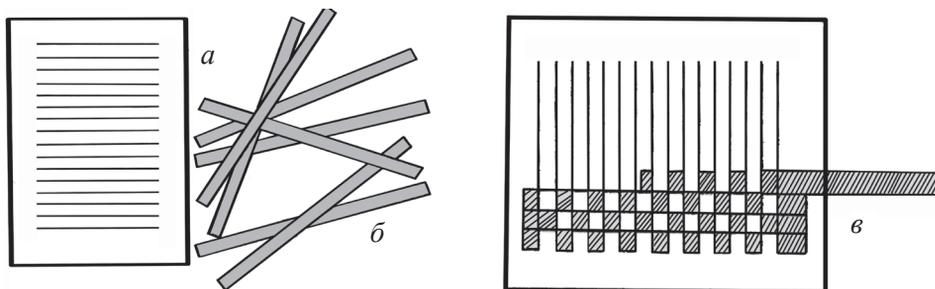

Рис.20. Практическое выполнение полотняного переплетения из бумаги.
1. Берут белую бумагу размером 105x150 мм и разлиновывают ее по длине через одинаковые промежутки. Затем разрезают по линиям на прямые отрезки (количество лент должно быть чётным). Тогда оба конца бумажных лент, проводимых между отрезками при переплетении, можно будет провести на обратную сторону бумаги (рис.20 а).
2. Цветную бумагу разрезают на ленты (рис.20 б). Ширина лент равняется расстоянию между двумя отрезками на белой бумаге, а длина должна быть равна высоте белой бумаги. Отрезки на белой бумаге составят основу ткани, а ленты из цветной бумаги – уток ткани.